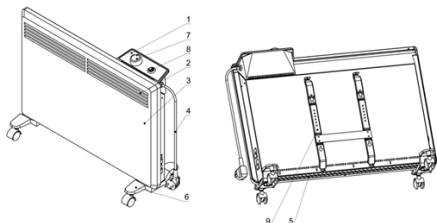

Рис.2
1. На верхней панели блока управления находится кнопка включения/выключения прибора (см. рис. 2). С помощью данной кнопки также регулируется мощность обогрева: полная (II) и половинная (I) (слева для модели 0,5 кВт, справа для моделей 1,0 кВт, 1,5 кВт, 2,0 кВт).